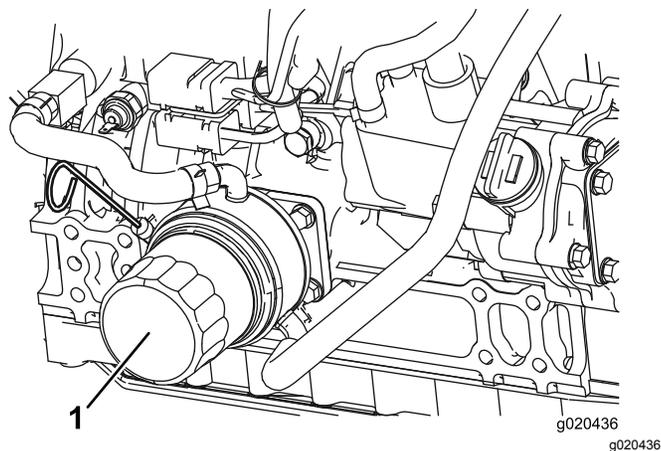

Figura 34
2. Togliete il filtro dell'olio (Figura 34). Applicare un velo di olio pulito sulla tenuta del nuovo filtro prima di avvitare. Non serrate troppo.